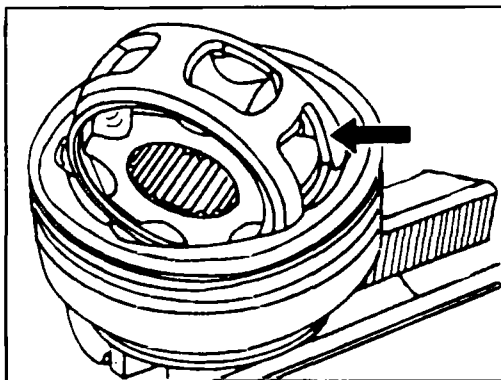

Рис. 6.4 Установка сепаратора в положение для снятия
- ◆ Наклоните сепаратор, как показано на рис. 6.4 и поверните так, чтобы два прямоугольных окна установились бы на краях наружного кольца. В этом положении можно вынуть сепаратор вместе со ступицей.